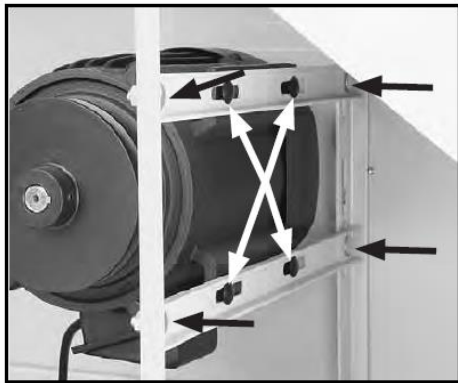

Рис. 5
7. Ослабьте болты крепления двигателя, показанные на рис. 5.